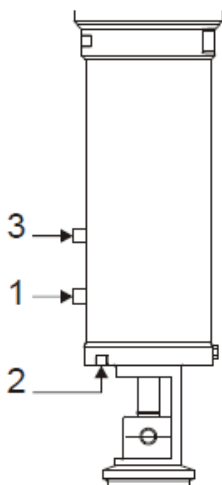
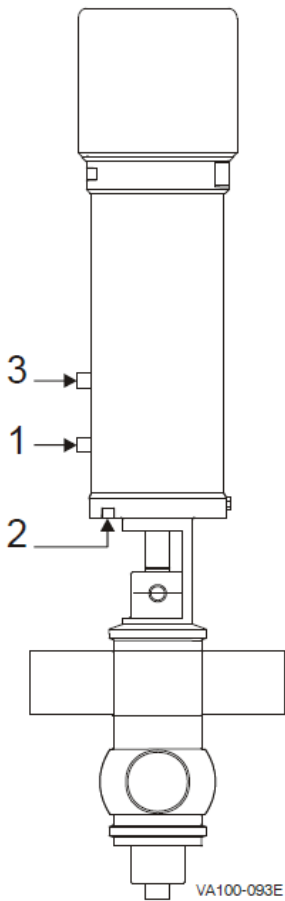

图 3—电磁阀端口连接
图 10—电磁阀端口连接
5. 按照图 3（左图）以及第 16 页上的图 10，将空气管线连接到 1、2 及 3。
由电磁阀控制的最多三个气源可以向阀门执行机构供应空气（图 10）。
关于端口及相应的阀室，请参见第 16 页上的图 10。